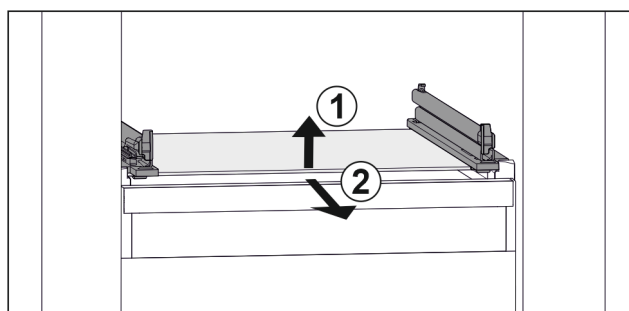

Fig. 76 Klaasplaadi näitlik kujutis
- ▶ Tõstke klaasplaat eest üles. Fig. 76 (1)
- ▶ Võtke klaasplaat ettepoole välja. Fig. 76 (2)